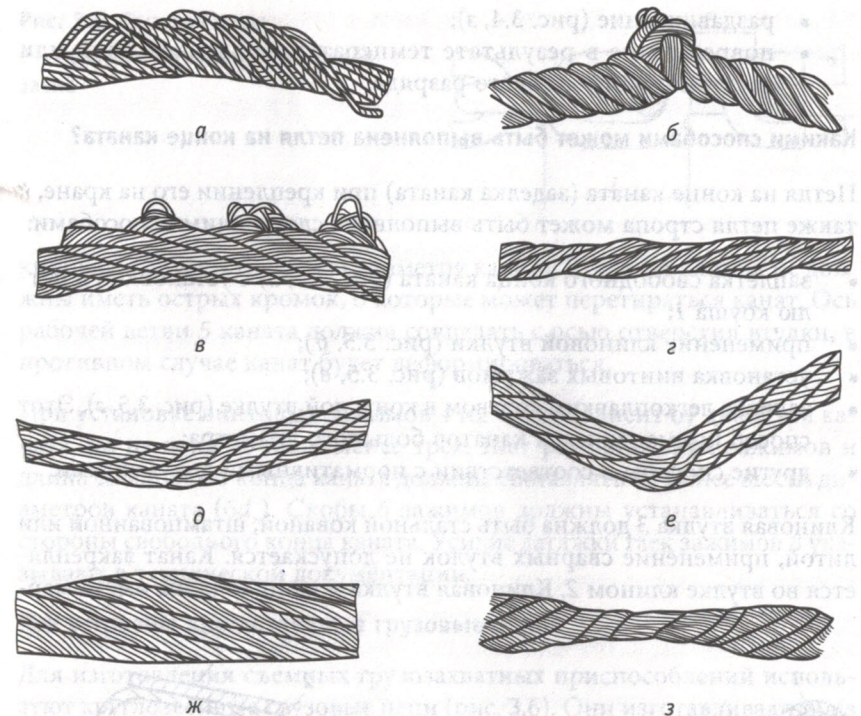

Рис. 3.4. Деформации стальных канатов:
- корзинообразная деформация (рис. 3.4, *a*);
- перекручивание (рис. 3.4, *б*);
- выдавливание проволок (рис. 3.4, *в*);
- обрыв сердечника (рис. 3.4, *г*);
- залом (рис. 3.4, *д*);
- перегиб (рис. 3.4, *е*);
- местное увеличение диаметра каната (рис. 3.4, *ж*);
- раздавливание (рис. 3.4, з);